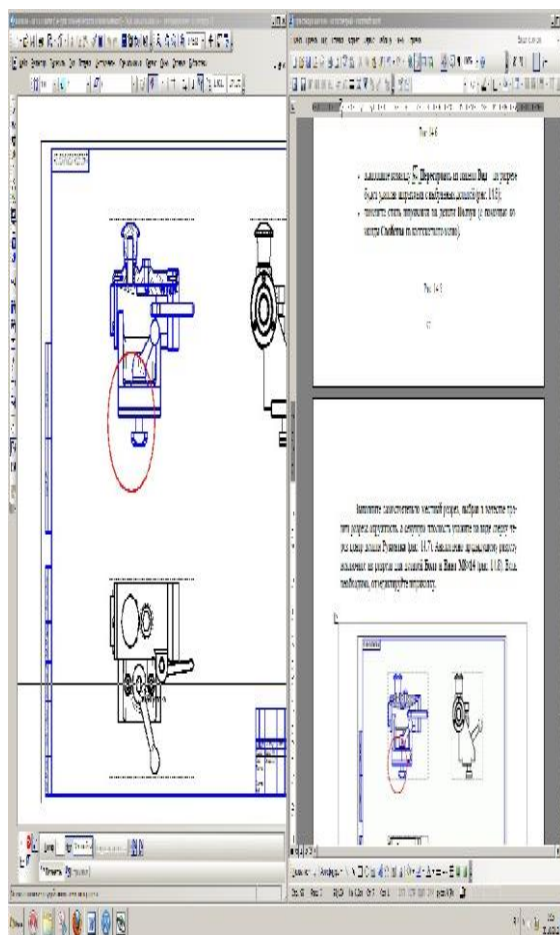
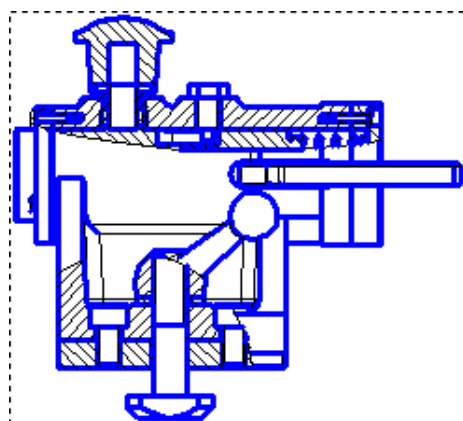

Рис. 119
Рис. 120
- выполните команду **Перестроить** из панели **Вид** – на разрезе будет удалена штриховка с выбранных деталей (рис. 119);
Выполните самостоятельно местный разрез, выбрав в качестве границ разреза окружность, а секущую плоскость укажите на виде сверху через центр детали **Рукоятка** (рис. 119). Аналогично предыдущему разрезу исключите из разреза детали **Болт** и **Винты М8×14** (рис. 120). Закройте дерево чертежа и, если необходимо, отредактируйте штриховку на детали **Рукоятка**.